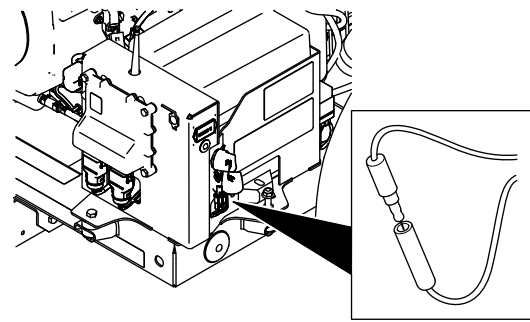

Figura 55
2. Scoateți conectorul cu un pin din conectorul cu un soclu (Figura 55).
3. Introduceți conectorul cu un pin în conectorul cu un soclu (Figura 55).